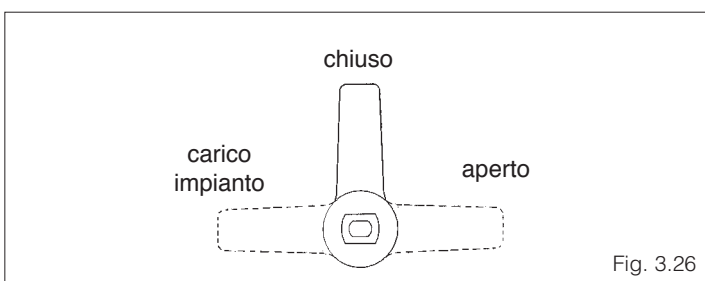

Fig. 3.26
- chiudere i dispositivi d'intercettazione dell'impianto idrico e verificare che il rubinetto di carico dell'impianto sia chiuso (fig. 3.26).